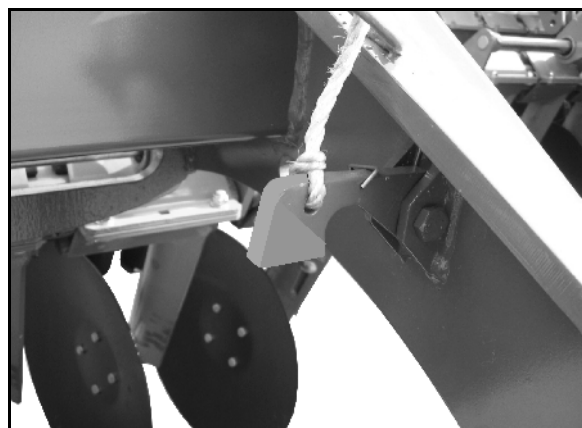

Fig. 30
- Fig. 30 - venstre maskinside